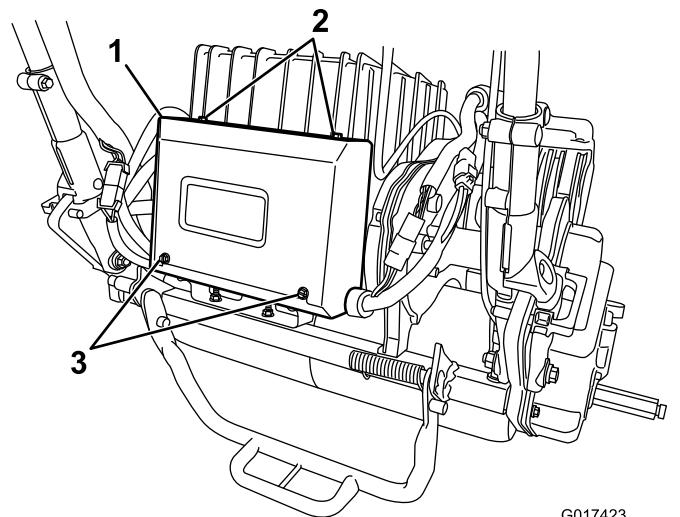

Figura 41
2. Retire os dois parafusos traseiros da caixa elétrica e desaperte os dois parafusos superiores e, em seguida, retire a cobertura da caixa (Figura 41).